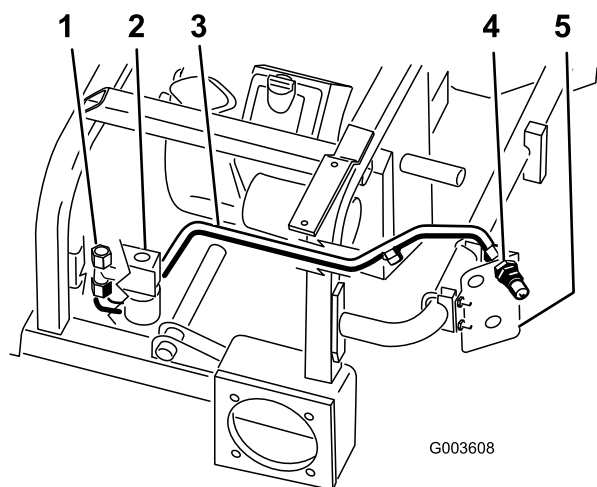

Figura 14
2. Posicione el tubo hidráulico N° 1 en la máquina según se muestra en Figura 14.
3. Conecte el tubo hidráulico N° 1 al acoplamiento en T montado en el lateral de la válvula (Figura 14).
4. Conecte el tubo hidráulico N° 1 al acoplamiento macho superior (Figura 14).